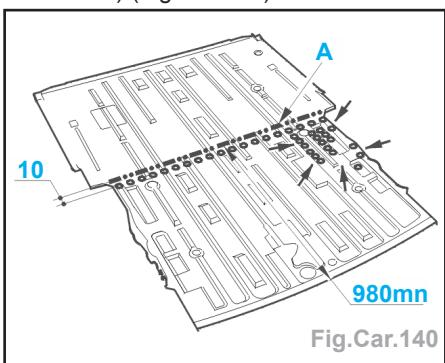

Fig.Car.140
- Tracer, puis découper (suivant A- coupe définitive) (Fig.Car.140).